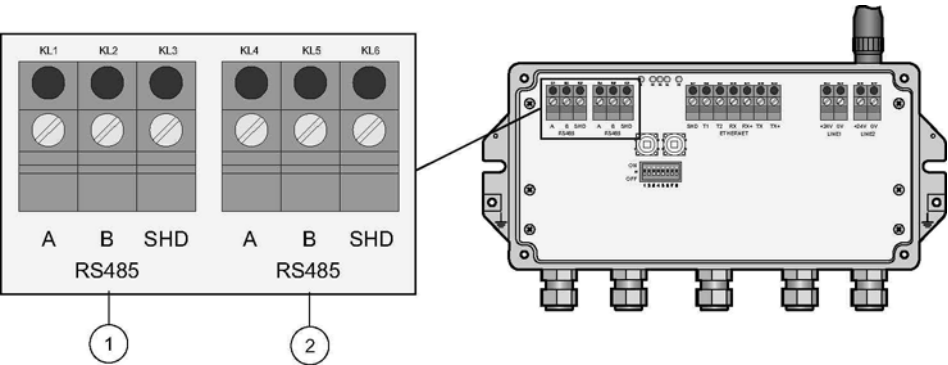

Рис. 5-4. Интерфейс RS-485
- 4 Подключите кабель RS-485 к левому клеммному блоку с меткой "RS485" (см. Рис. 5-4) следующим образом: